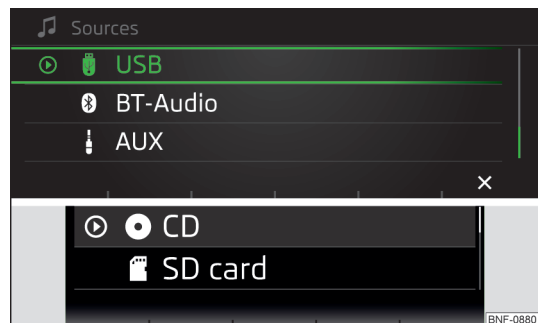

Fig. 106
- Premere il tasto funzione **↻**. Selezionare con la manopola di regolazione **⌵** la sorgente audio » fig. 106 e selezionare la cartella/il brano desiderati.